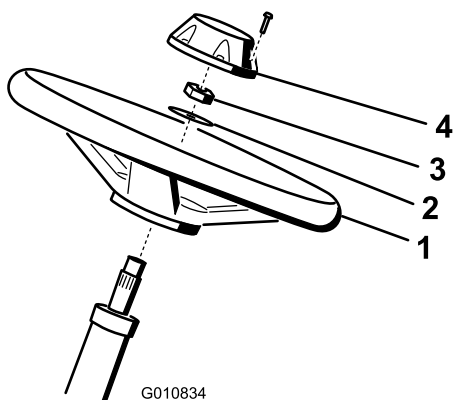

図 5
1. ハンドルをステアリングシャフトにはめ込む 図 5。
2. ワッシャをステアリングシャフトにはめ込む 図 5。
3. ロックナットでハンドルを固定し、2735N・m (2.83.6kg/m = 2026ft-lb) にトルク締めする 図 5。
4. キャップを取り付け、ボルト6本で固定する 図 5。